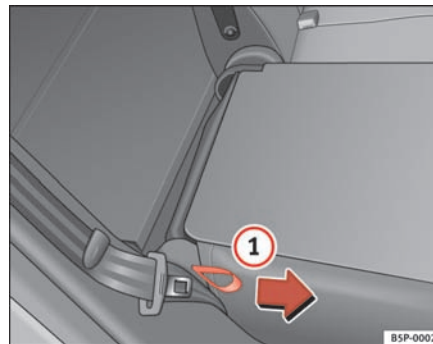

Fig. 97 Sådan klappes bagsæderyglænene frem eller tilbage
- Træk i stroppen på siden af sædet ⇒ fig. 97 ①